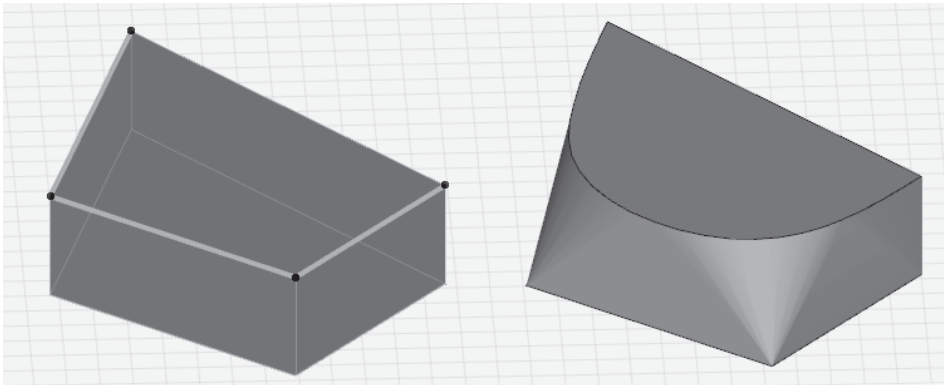

Abb. 9: KANTEN AUSRUNDEN & VEREINIGEN
- **KANTEN AUSRUNDEN & VEREINIGEN** – Mehrere Kanten können gewählt werden und zu einer gerundeten Gesamtkurve geglättet werden (Abbildung 9).